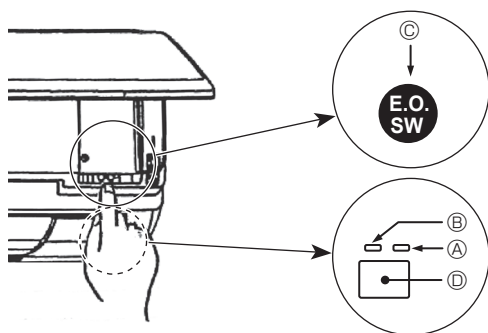

Fig. 5-2
- Lopeta käyttö painamalla ⚙-painiketta ④ tai ⚙-painiketta ③ yli 2 sekuntia.
[Fig. 5-2] ④ DEFROST/STAND BY (Huurteenpoisto/Lepotila) -merkkivalo (Oranssi)